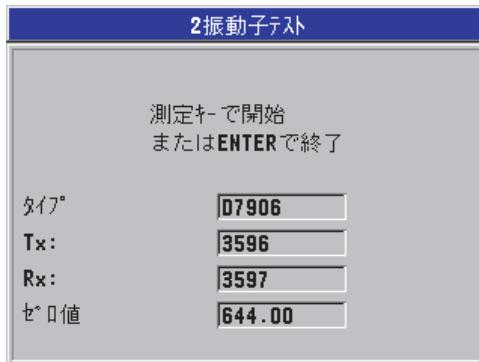

図 12-3 二振動子型探触子テスト画面
7. 二振動子型探触子テストが選択されているときは、二振動子型探触子テスト画面（209 ページの図 12-3 を参照）で、以下の操作を行います。